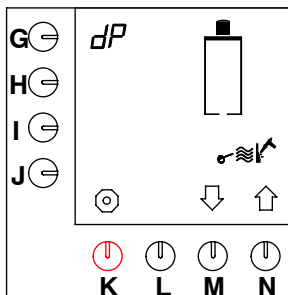
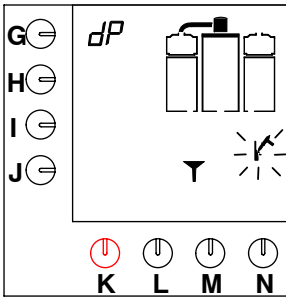

Fig. 15 Inicio del programa de descalcificación del sistema de preparación de café
Fig. 16 El sistema de preparación de café necesita una solución descalcificadora.
- El programa de descalcificación aparece en el display, vea fig. 15 .
- Mantenga pulsada la tecla de programación (G.) hasta que fig. 15 reaparezca en el display.
- Vacíe el contenedor de café mediante el grifo (X).
- Suena una señal, aparece intermitentemente el símbolo del martillo, y se muestra un embudo en el display, vea fig. 16 .